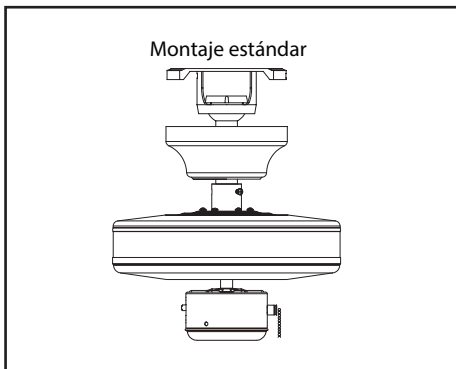

Figura 8
4. Con cuidado alza el conjunto del ventilador hasta el soporte de montaje en el techo. Asegúrate de que la pestaña en el aro de la parte inferior del soporte de montaje esté bien asentada dentro de la ranura de la esfera de soporte. (Figura 8)